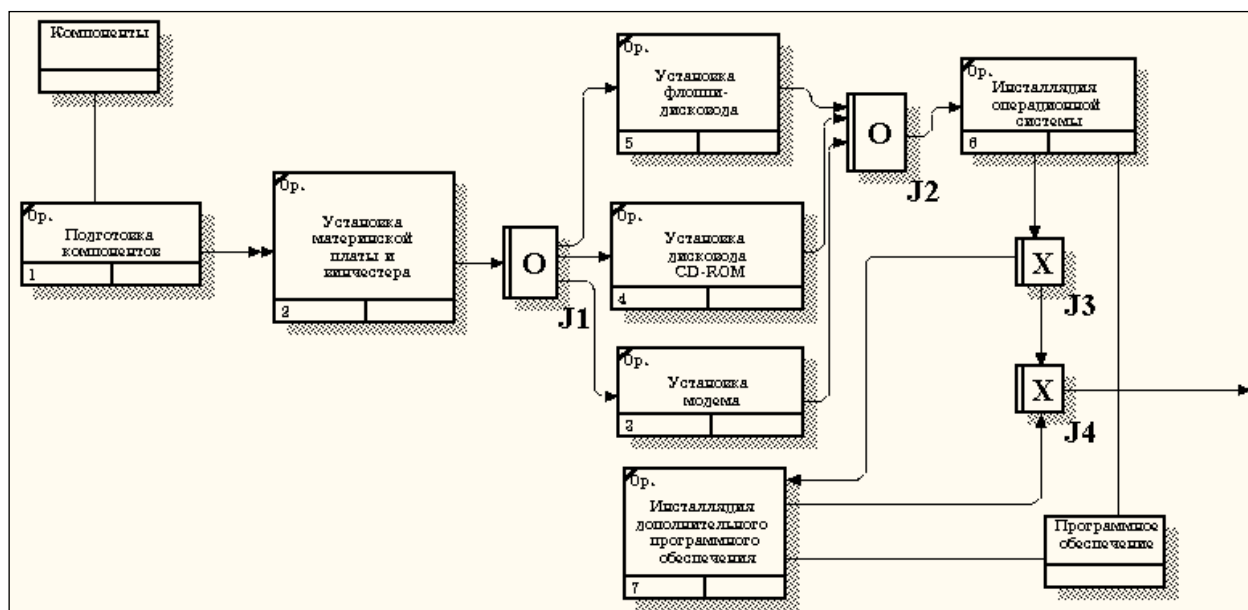

Рисунок 18 Результат работы по созданию диаграммы IDEF3.
2.9 Создайте два перекрестка типа "исключающее ИЛИ". Свяжите работы и соответствующие ссылки (рисунок 18).